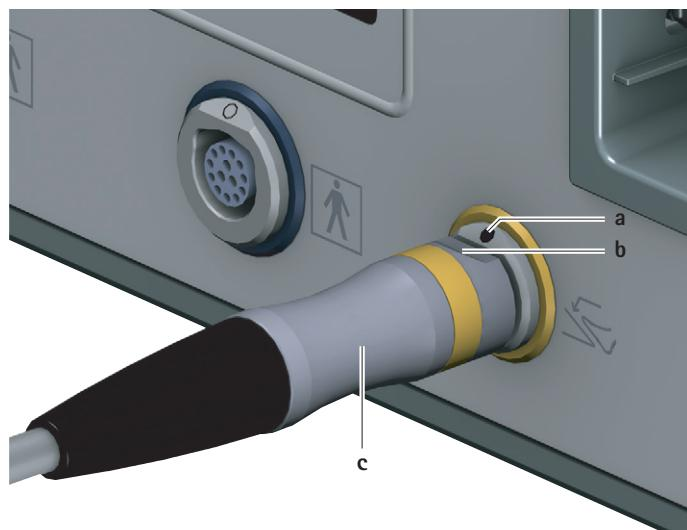

Fig. 2 Anslut fotstyrning
- Rikta fotstyrningens kontaktstycke c så att markeringen b på kontaktstycket stämmer överens med markeringen a på fotstyrningens 6 anslutningsuttag, se Fig. 2.
- Dra ut kontakten för fotstyrningen **c** från anslutningsuttaget för fotstyrningen **6**, se Fig. 2.